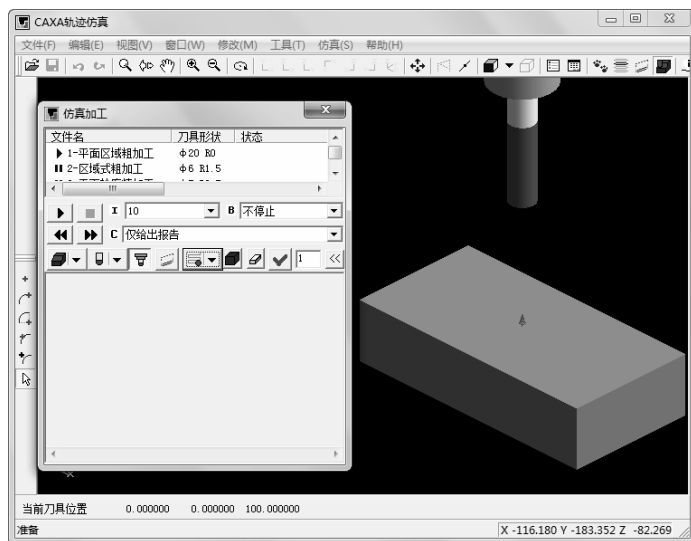

图 2-75 “仿真加工”对话框
2) 在仿真界面中,选择下拉菜单“工具”→“仿真”命令,或直接单击“实体仿真”按钮,系统立即进行加工仿真,并弹出“仿真加工”对话框,如图 2-75 所示。